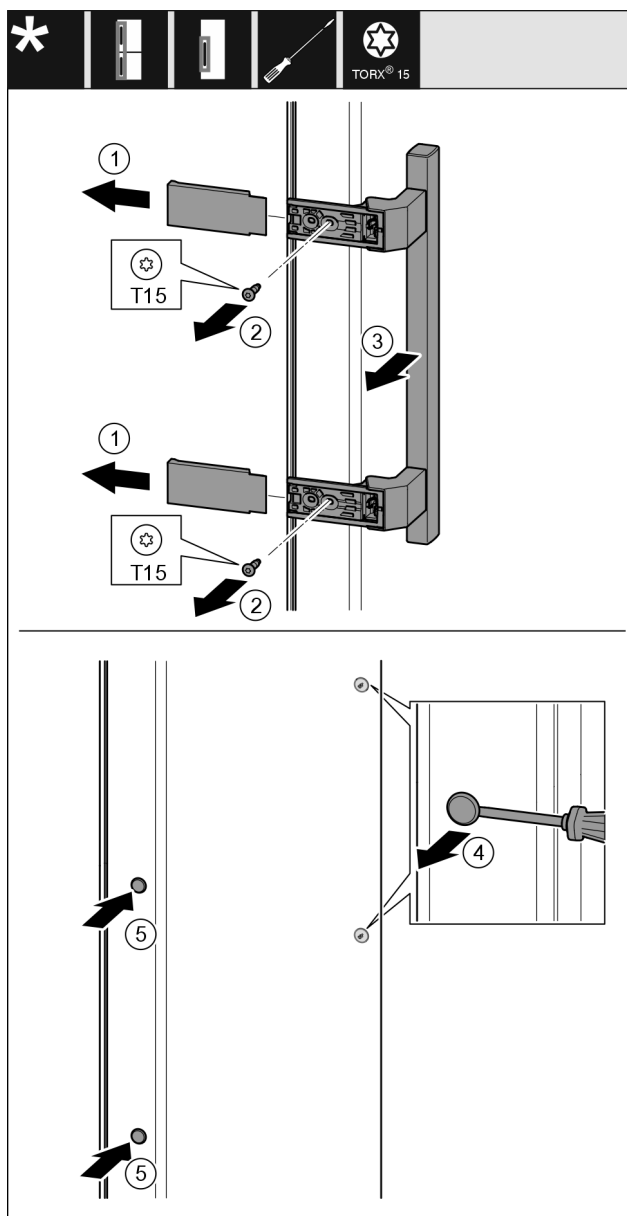

Fig. 10
- Stáhněte kryt. Fig. 10 (1)
- Šroubovákem Torx 15 vyšroubujte šrouby. Fig. 10 (2)
- Sejměte madlo. Fig. 10 (3)
- Postranní zátku opatrně plochým šroubovákem nadzvedněte a vytáhněte. Fig. 10 (4)
- Zátku opět vložte na druhou stranu. Fig. 10 (5)